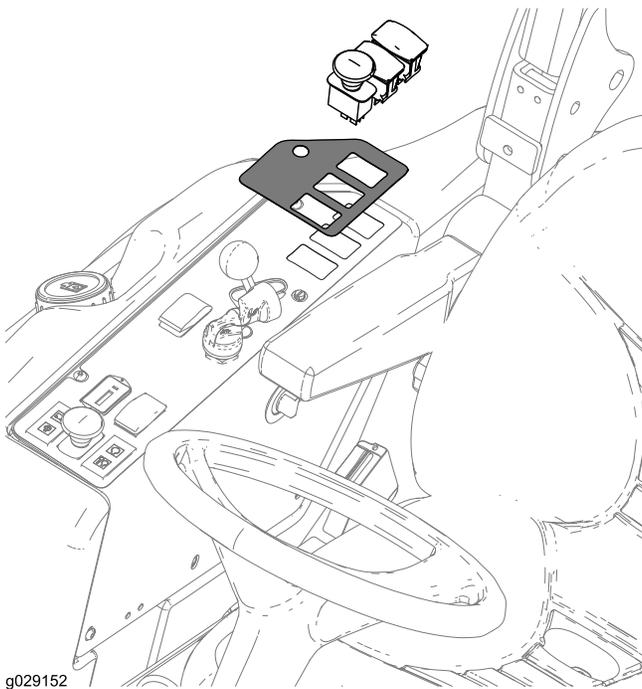

Figura 20
1. En la parte inferior del panel de control, ubique y retire las 3 pestañas en las que se instalarán los interruptores (Figura 20).
2. Haga los mismos cortes en la pegatina del panel de control (Figura 20).
3. Instale la pegatina y los interruptores como se muestra en Figura 20.